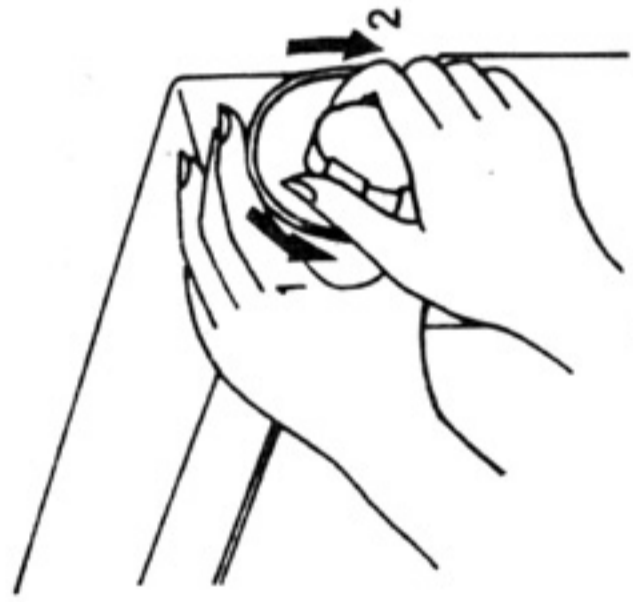

Рис. 9
11. Заправка нижней нити (рис. 9 и 10)
Намотка нити на шпульку производится при отключенном швейном механизме (рис. 9).